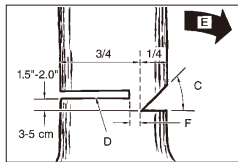

Fig. 11B
**⚠ADVARSEL:** Aldri gå foran et tre som har blitt styreskåret. Gjør hovedskåret (D) fra den andre siden av treet og 1,5 – 2,0 tommer (3-5 cm) over kanten på hakket (C) (Fig. 11B).